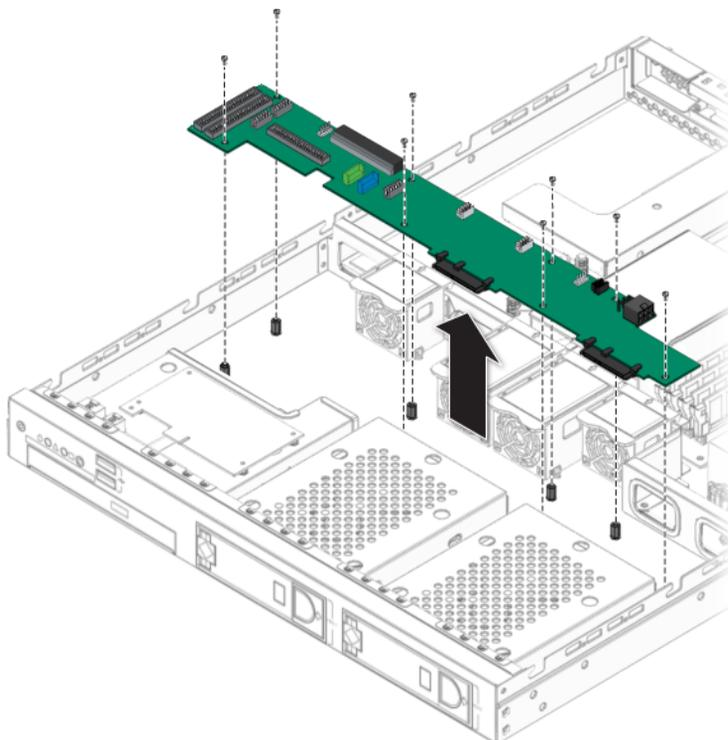

図 4-14 SATA バックプレーンの取り外し
5. SATA バックプレーンをシャーシから持ち上げます (図 4-14 参照)。